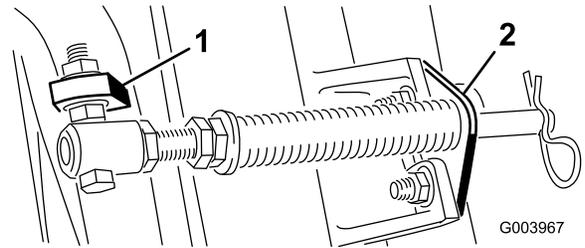

**図 5**
- A. カッティングユニットのタブにロッドブラケットを固定しているキャリッジボルト2本を外す **図 5**。
- B. スプリングチューブのボルトをキャリアフレームのタブに固定しているフランジナット **図 5** を外し、アセンブリを取り外す。